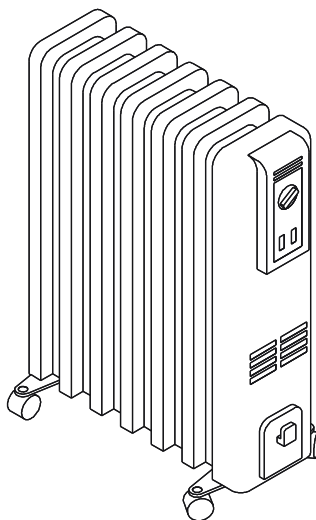

fig. 17.10
■ Le **radiateur à bain d'huile** (fig. 17.10) : radiateur dans lequel des résistances électriques chauffent de l'huile. Ce type de radiateur mobile, monté sur roulettes, est surtout utilisé comme chauffage d'appoint.